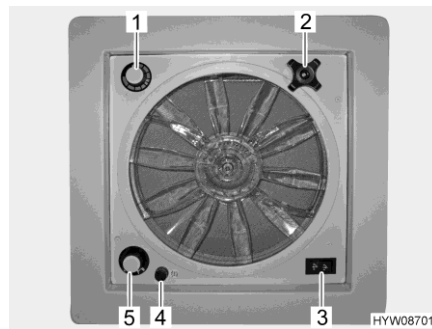

Fig. 80 Lanterneau avec ventilateur
- ▷ Un fusible 4 A (Fig. 80,4) protège le moteur du ventilateur contre toute surcharge. En cas de surcharge : Déterminer et éliminer d'abord la cause (p. ex. encrassement du ventilateur), ne changer qu'après le fusible.
Ouvrir le lanterneau : ■ Tourner la poignée tournante (Fig. 80,2) jusqu'à ce que l'angle d'ouverture désiré soit atteint.
Aérer/ventiler : ■ Placer le commutateur à bascule (Fig. 80,3) sur "Aérer" (courant d'air de l'extérieur vers l'intérieur) ou "Ventiler" (courant d'air de l'intérieur vers l'extérieur).
Éteindre le ventilateur : ■ Placer le commutateur à bascule (Fig. 80,3) en position intermédiaire.
Régler la puissance du ventilateur : ■ Placer l'interrupteur tournant (Fig. 80,5) sur le niveau de puissance désiré :
Régler la température : ■ Tourner le thermostat (Fig. 80,1) à fond dans le sens "bleu".
- Tourner le capuchon noir (Fig. 80,4) d'un quart de tour dans le sens inverse des aiguilles d'une montre.